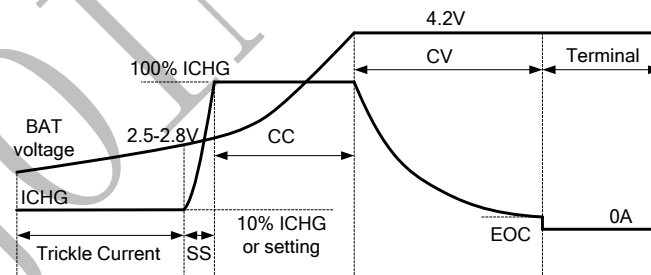

图 8: 充电过程示意图
图 8 显示 IP2333 线性充 4.2V 锂电池的典型充电模式和典型的充电过程。对于终端电压低于 pre-charge 门限 (V_{VBAT_PRE}) 的过放的电池, IP2333 将以 pre-charge (等于 $CC/5$) 的电流开始涓流充电 (Pre-charge Current)。当电池电压达到 Pre-charge 门限后, 芯片开始以设定值 (CC 寄存器 REG02[5:0] 设定) 的恒定电流充电。一旦电池电压达到 4.2V, 芯片将在恒压 (CV) 模式下工作, 直到电池充满电。在 CV 模式下, 充电电流下降, 当 CV 模式下的充电电流降低到 EOC 电流时, 充电指示灯指示充电截至且停止充电。